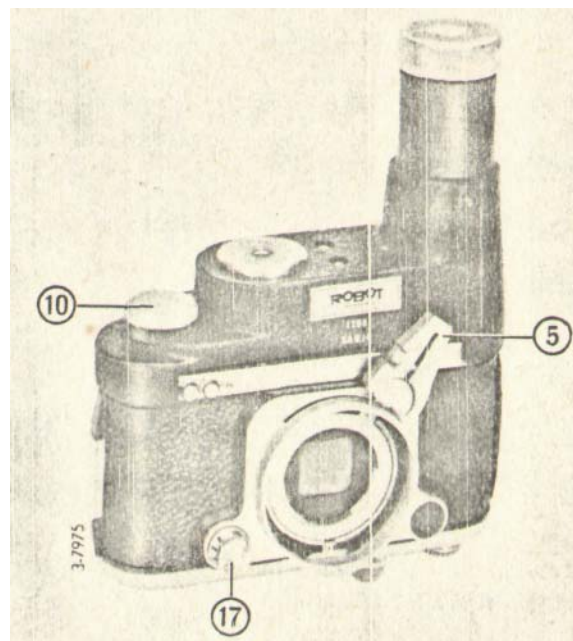

Bild 14 Kamera ohne Objektiv von vorn
5.6.4 Einstellen der Belichtungszeit (s. Bild 14)